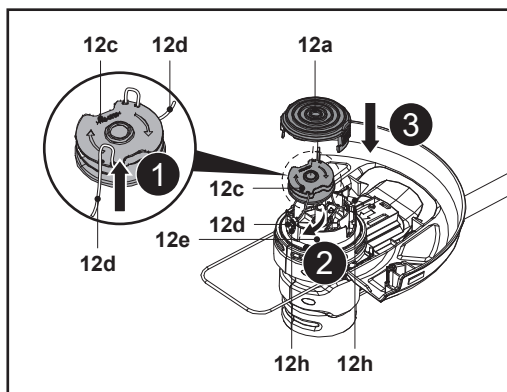

Fig. 26
6. Suelte el hilo de corte (12d) de las muescas y manténgalo en posición. Evite que el hilo de corte (12d) se escape de la bobina de corte (12c) (Fig. 26, paso 1).
7. Pase el extremo del hilo de corte a través del ojal (12h) del alojamiento (12e) (Fig. 26, paso 2).
9. Inserte la bobina de corte (12c) en el alojamiento (12e) (Fig. 26, paso 3). Gire la bobina hasta que encaje en su sitio.